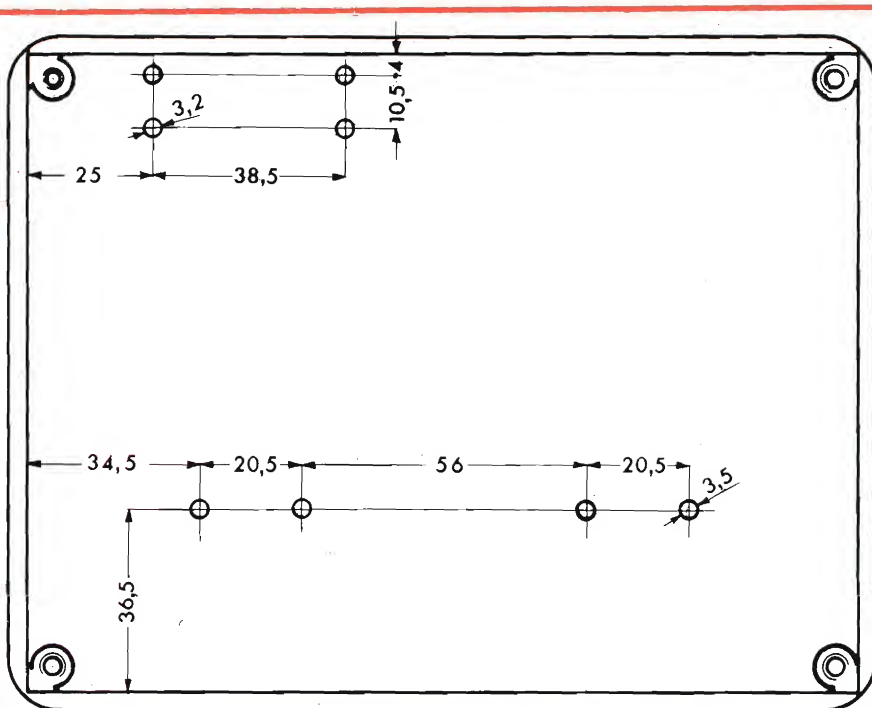

Fig. 7 - Foratura del contenitore per il fissaggio dei portapila.
- Forare il contenitore (v. fig. 7).